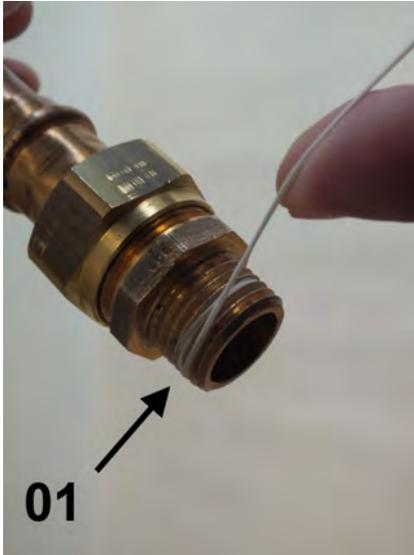

Abb. 9: Dichtfaden aufbringen
2.  Dichtfaden (Abb. 9/01) in Gewinderichtung auf das aufgeraute Gewinde aufbringen, dabei Mengenangaben des Dichtmittel-Herstellers beachten